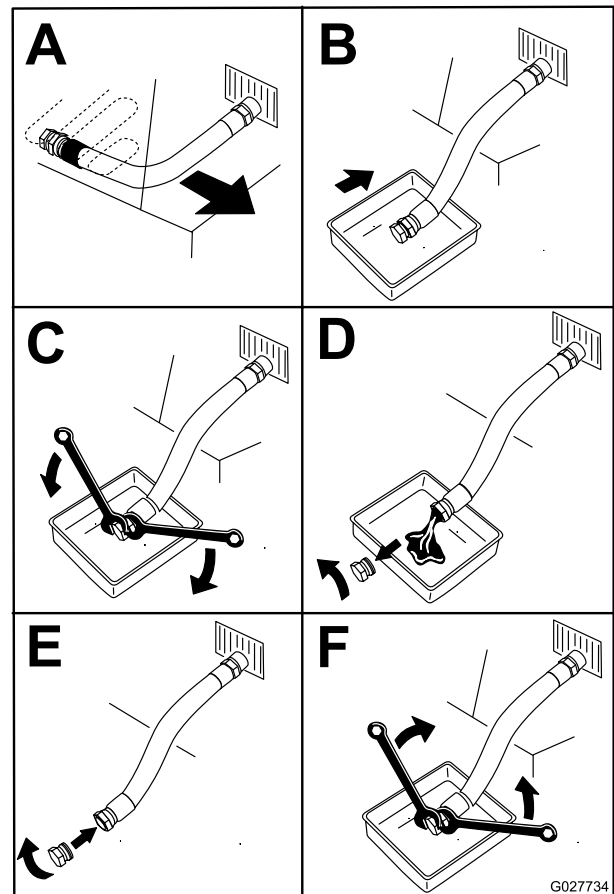

Figura 39
5. Drene el aceite del motor (Figura 39).